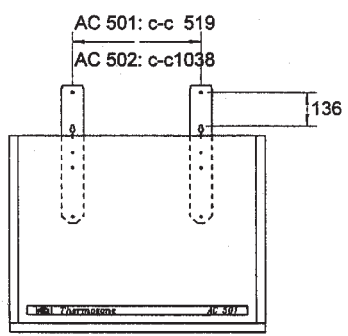

fig 3
1. Установите на завесу монтажные скобы (рис. 3).